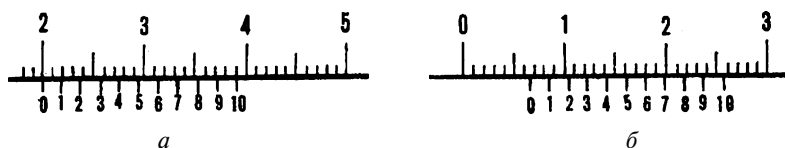

Рис. 40. Определение размера по нониусу
2. Определите совпадение рисок на штанге и нониусе; при этом если нулевая и десятая (последняя) риски нониуса совпадают с делениями на штанге, то размер состоит из целого числа миллиметров (рис. 40а) (2 мм). Если они не совпадают, то определяют десятые доли миллиметра, считая на нониусе количество делений до той риски, которая совпадает с каким-либо делением на штанге (рис. 40б) (*Количество целого числа миллиметров до нулевой риски нониуса равно 6 мм, шестое деление нониуса совпадает с риской на штанге – размер 6,6 мм.*)